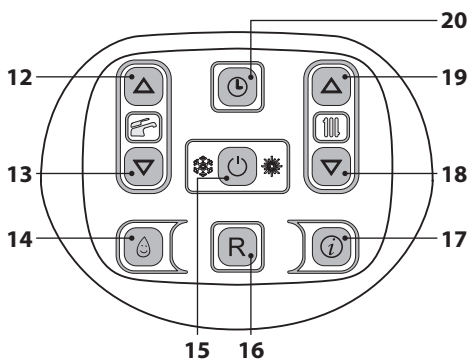

Figura 9.1
- Entrare in "modalità programmazione" premendo contemporaneamente per 10 secondi i tasti 15 - 18 - 19 (Figura 9.1) fino a far ap-
- Premendo il tasto 15 (Figura 9.1) si ottiene la conferma del valore inserito.